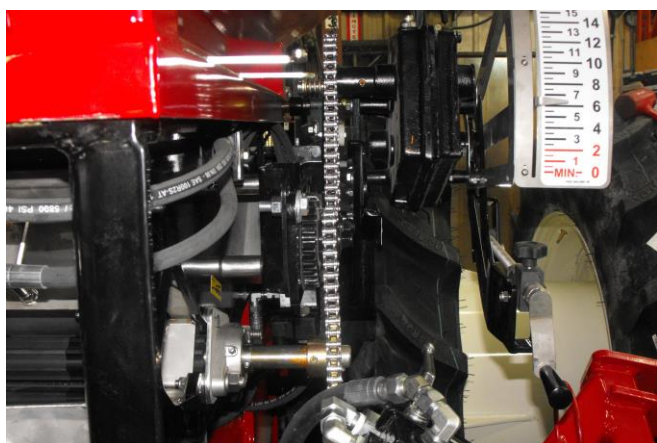

Figure 12J
6. Pour tendre les chaînes, il suffit de faire glisser l'inverseur de bas en haut et/ou de gauche à droite pour atteindre la tension idéale. Également être très attentif à l'alignement des chaînes [Figure 12J].